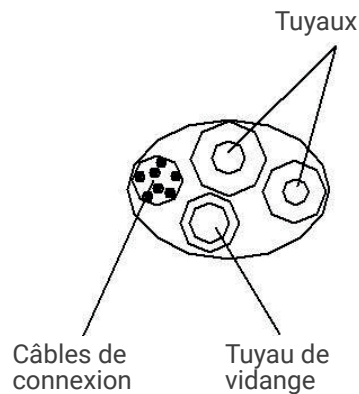

Fig.6
- a. Connexion du tube arrière droit (similaire au tube inférieur droit) (en option, voir Fig. 6)